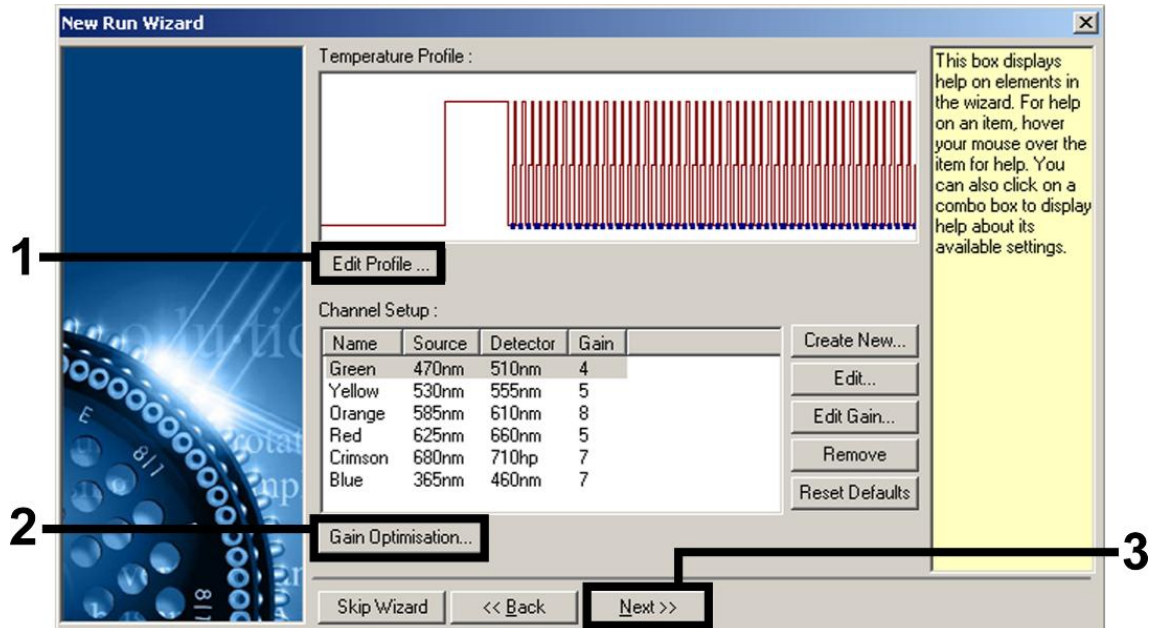

Abbildung 6. Bearbeiten des Profils.
8. Klicken Sie im nächsten Dialogfeld „New Run Wizard“ (Abb. 6) auf die Schaltfläche „Edit Profile“ (Profil bearbeiten) und programmieren Sie das Temperaturprofil wie in Abb. 6 bis 9 gezeigt.
9. **Der Messbereich der Fluoreszenzkanäle muss auf die Fluoreszenzintensitäten in den PCR-Röhrchen abgestimmt werden. Klicken Sie im Dialogfeld „New Run Wizard“ auf „Gain Optimisation“ (Optimierung der Verstärkung), um das Dialogfeld (siehe Abb. 6) „Auto-Gain Optimisation Setup“ (Einrichten der Optimierung der automatischen Verstärkung) zu öffnen. Stellen Sie**